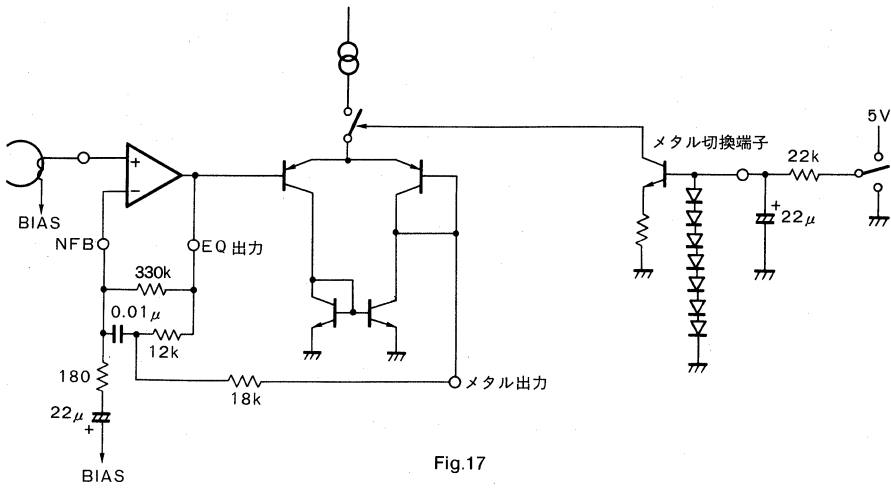
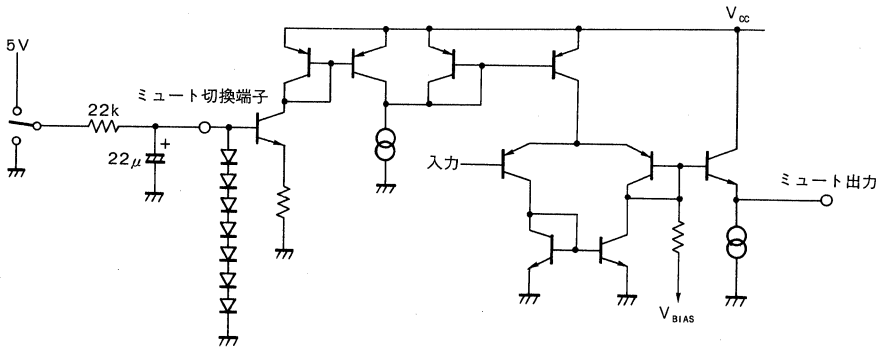

Fig.17
Fig.18
③メタル切替回路 メタルテープに対応するため、EQアンプのイコライズ定数を変える回路です。
a. Fig. 17 のメタル切替端子が、3.0V 以下の時ノーマル再生に対応します。
b. Fig. 17 のメタル切替端子が、3.0V 以上の時メタル再生に対応します。
④ミュート切替回路 EQアンプの出力にミュートをかける回路です。
a. Fig. 18 のミュート切替端子が 2.6V 以下の時、ミュートが切れ信号が出力されます。
b. Fig. 18 のミュート切替端子が 2.6V 以上の時、ミュートが入り信号がカットされます。
(3) ロジック部の動作説明